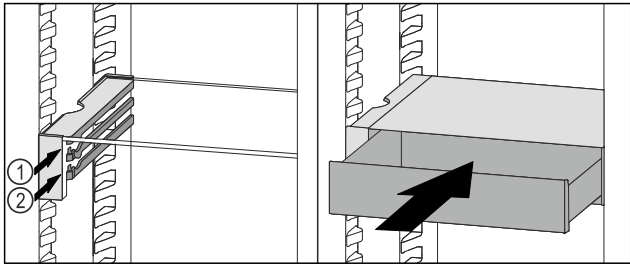

Fig. 130
- ▷ A VarioSafe-fiókot az ütközők mögött helyezze a kívánt bordára a Fig. 130 (1) vagy Fig. 130 (2) szerint.